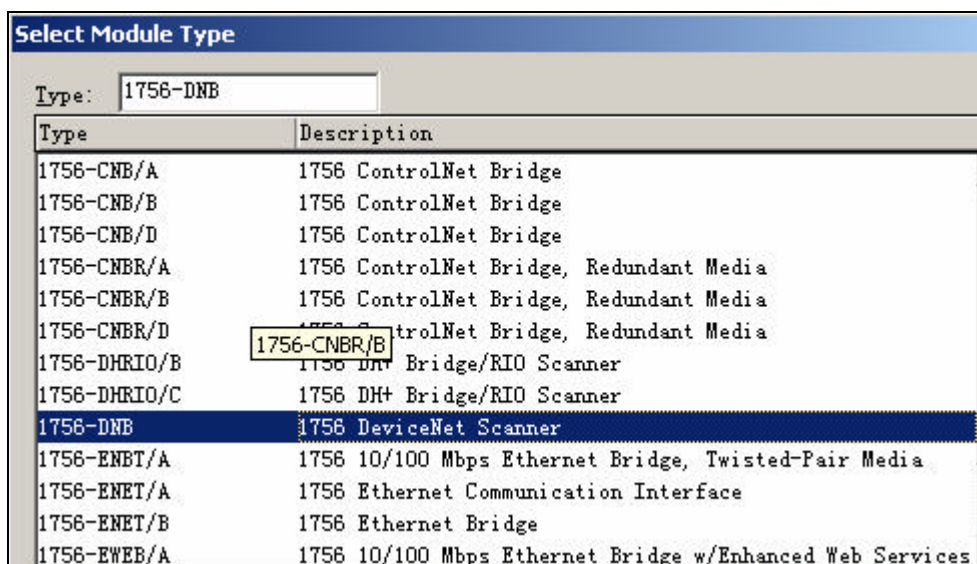

图 4-26 选择 DeviceNet 扫描模块
22. 在项目资源管理器中，右击 *I/O Configuration* 文件夹，从弹出菜单中选择 *New Module....* 如图 4-26 所示，选择模块 1756-DNB。